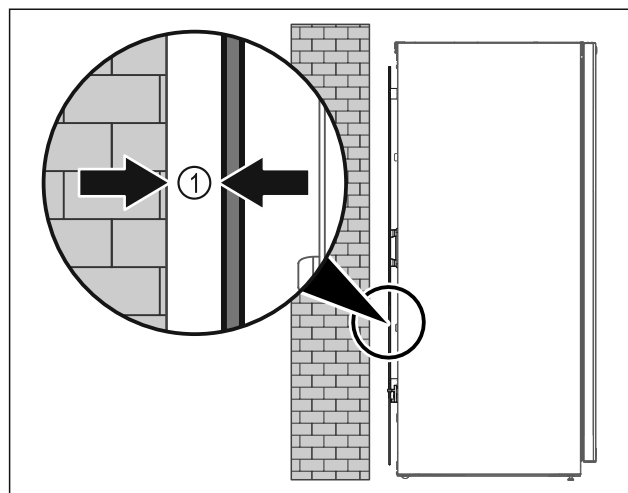

Fig. 45
- Posizionare l'apparecchiatura in un punto a piacere del locale (libera installazione) oppure addossato a una parete a una distanza minima di 5 mm Fig. 45 (1).